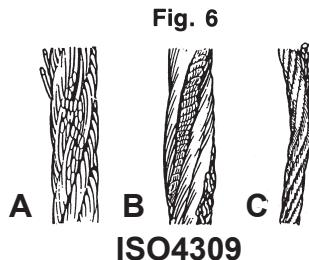

Fig. 6
**För kontrollen av vajrarna, vad beträffar kasseringsskriterier (utbyte av vajern), hänvisas till kraven i ISO 4309: 2011. (Några exempel, se Fig.6).**